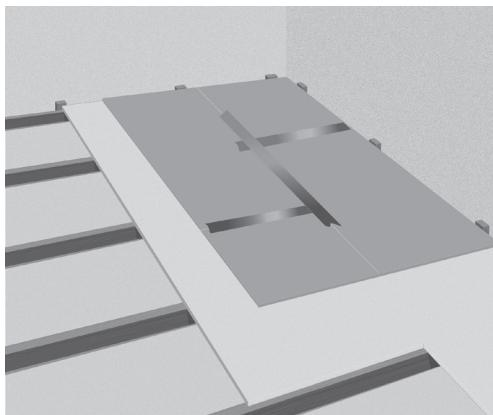

Bild 4. Montering av underlag
**6.** Montera underlagsplattorna, t.ex. Heatcom reflektorplattor (Bild 4).